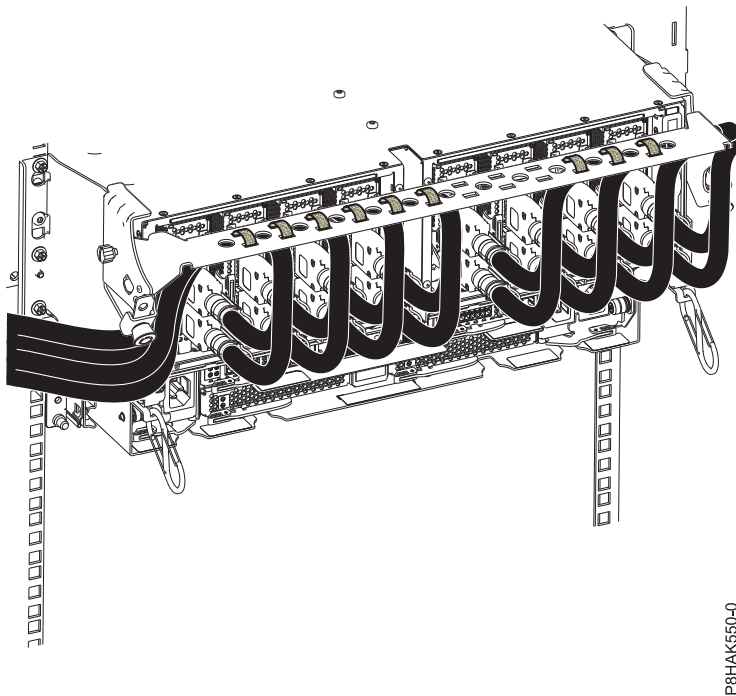

Figura 35. Cómo hacer pasar los cables por la abrazadera portacables
5. Haga pasar el CXP, los cables del cajón de expansión y los cables de entrada/salida (E/S) por la abrazadera portacables. Consulte la Figura 35 en la página 35.
- f. Utilizando cierres de velcro, haga pasar el cable sobrante y la fibra del cable por la abrazadera, tal como se muestra en la Figura 35 en la página 35.